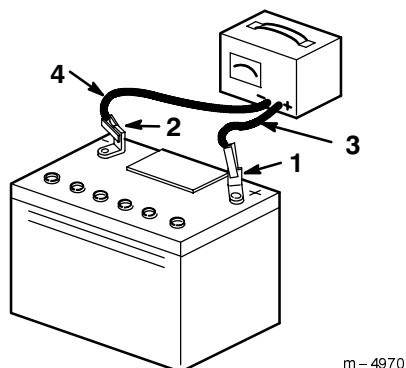

Figure 17
- Quand la batterie est chargée au maximum, débranchez le chargeur de la prise, puis débranchez les fils du chargeur des bornes de la batterie (Fig. 17).